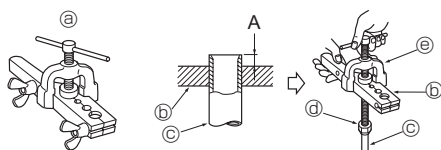

Fig. 5-6
5.2.4. Aufbiegearbeiten (Fig. 5-6)